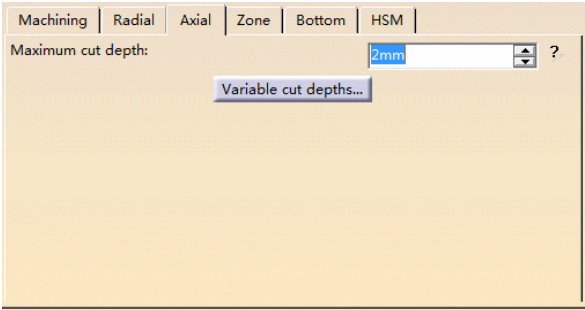

图 7-58 “Axial”选项卡（1）
- 在“Axial”选项卡（1）的“Maximum cut depth”文本框中输入“2mm”，如图 7-58 所示。